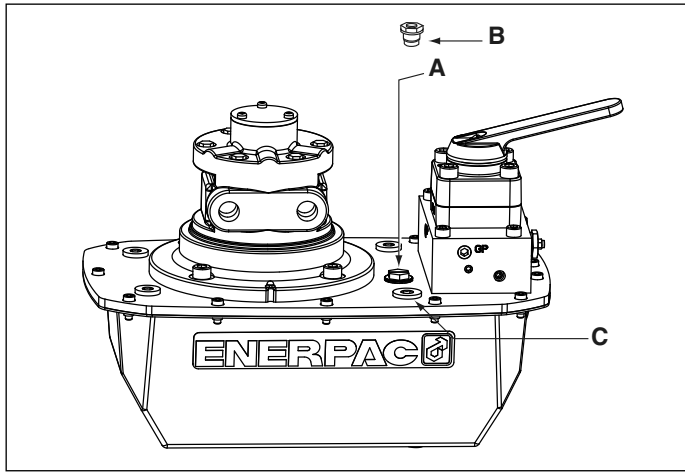

Figure 2, Installation du reniflard ZA4T
4.1 Bouchon reniflard du réservoir (Voir Figure 2)
Vérifiez le niveau de l'huile de la pompe avant de la mettre en marche, si nécessaire, ajoutez de l'huile en enlevant le bouchon SAE n° 10 du couvercle de pompe (voir Fig. 2). Le réservoir est plein quand le niveau de l'huile arrive en haut du voyant. (Fig. 4).